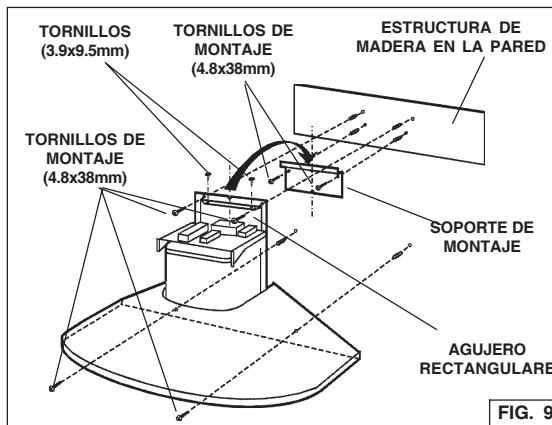

FIG. 9
3. Alinee la abertura rectangular de la pared con el soporte de montaje de la campana con el soporte de montaje de la pared. Baje suavemente la campana hasta que encaje correctamente en el soporte. Fig. 9
4. Nívela la campana con (2) tornillos (3.9x9.5mm) y asegúrela con (4) tornillos de montaje (4.8x38mm). Si no dispone de tachones de pared ni de marcos, utilice los soportes de muro de mampostería sin mortero suministrados. Fig. 9